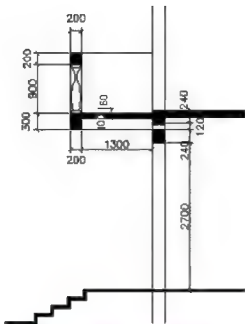
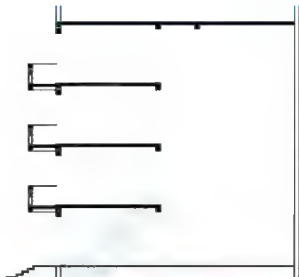

图 4.94 绘制阳台、圈梁和过梁
图 4.95 绘制其他层阳台、圈梁和过梁
- (1) 将当前层换为【室外】图层, 按照图 4.94 所示的尺寸绘制二层的阳台、圈梁及一层门过梁。
- (2) 执行【阵列】命令, 生成三层和四层阳台、圈梁及过梁, 参数设为 3 行、1 列、行偏移距离 3300mm。
- (3) 绘制出 4 层的圈梁和过梁并剪出门洞口, 结果如图 4.95 所示。